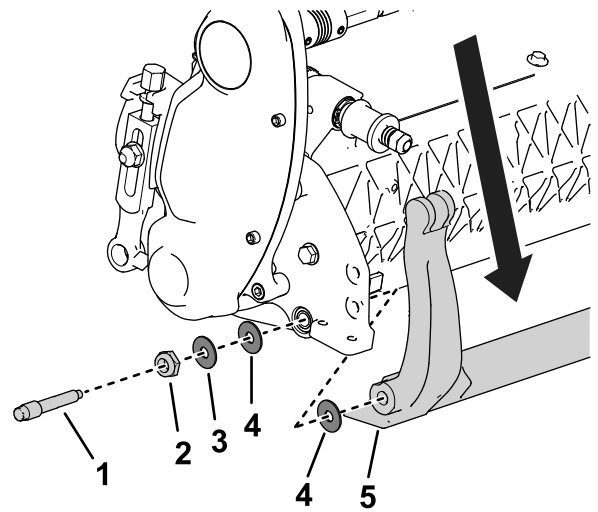

Bild 20
3. Lösen Sie auf jeder Seite der Maschine die Sicherungsmutter, die in Bild 20 dargestellt ist.
4. Nehmen Sie jede Schraube des Untermesserträgers ab, damit der Untermesserträger nach unten gezogen und von der Schneideinheit entfernt werden kann (Bild 20).
Bewahren Sie die beiden Kunststoffscheiben und die Stahlscheibe an jedem Ende des Untermesserträgers auf (Bild 20).